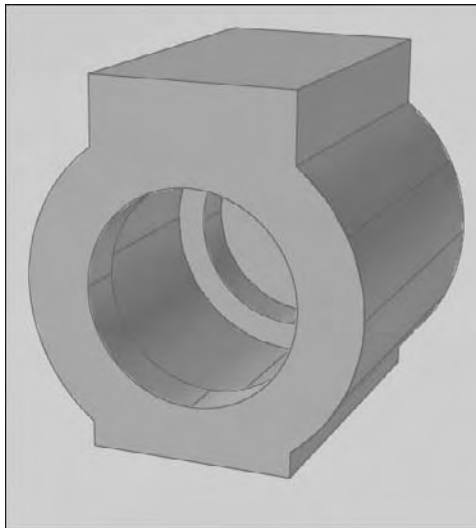

Fig.16.6
- 14 Utilisez l'orbite pour visualiser le résultat (fig.16.6).